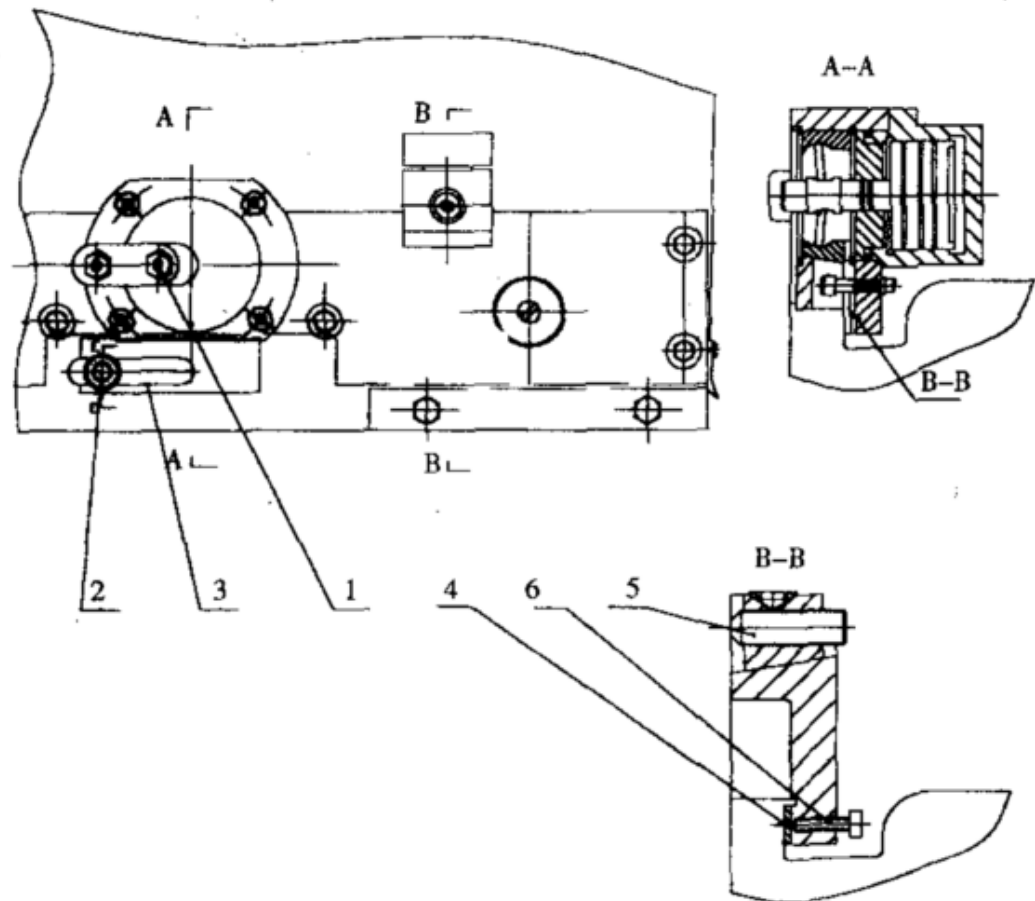

Рис. 7.1 Регулировка силы зажима шпинделя
7.2.1. Регулировка силы зажима шпинделя (смотрите на рисунок 7.1).